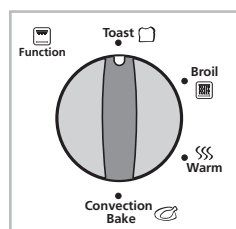

Figura 1
- Dial de selección de función** – Seleccione la función de cocción girando la perilla hasta la configuración deseada. (Vea la figura 1)